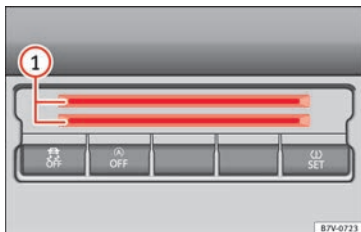

Abb. 105 In der unteren Mittelkonsole: Kartenhalter.
Im unteren Bereich der Mittelkonsole befindet sich ein Ablagefach » **Abb. 105** ① zur Ablage von Münzen, Karten, Parkscheinen oder Ähnlichem.